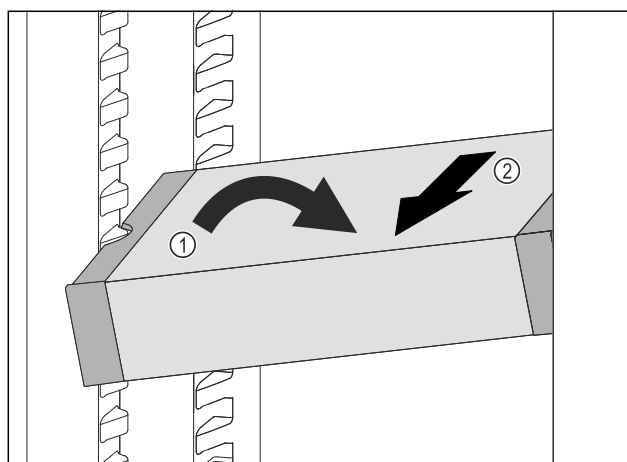

Fig. 95
- VarioSafe in het koelgedeelte schuin zetten. Fig. 95 (1)
- VarioSafe naar voren toe verwijderen. Fig. 95 (2)